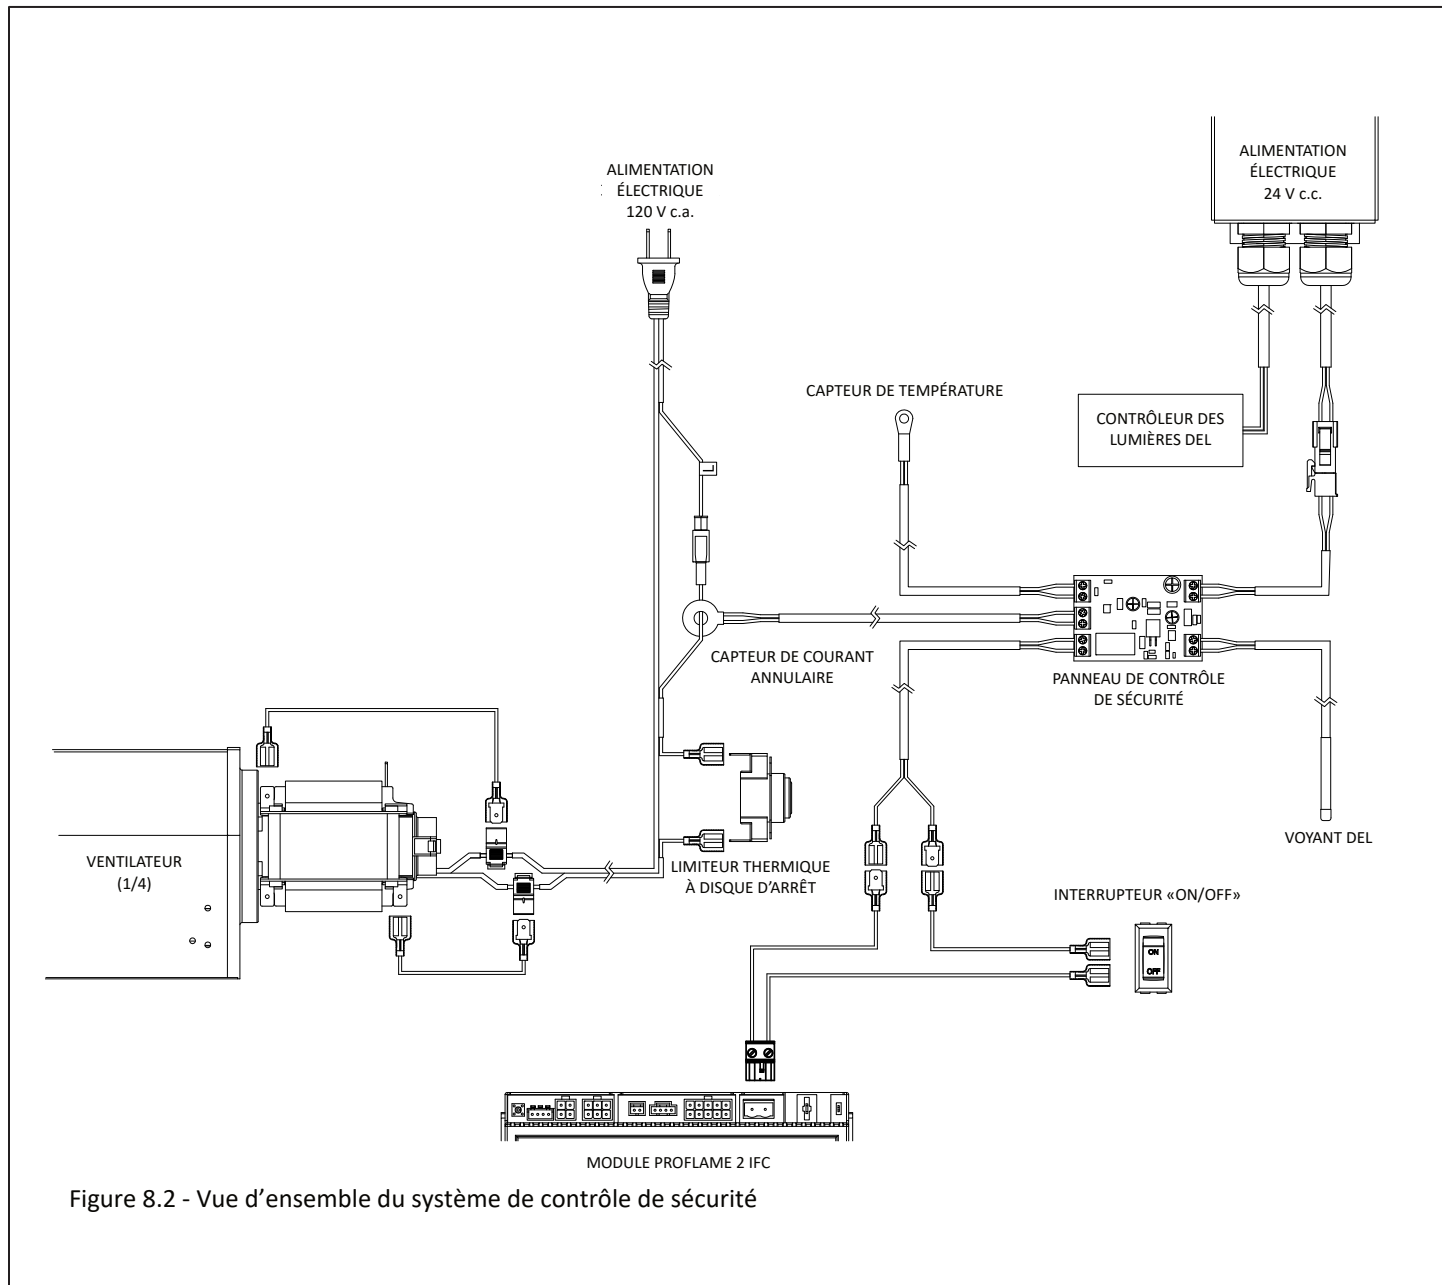

Figure 8.2 - Vue d'ensemble du système de contrôle de sécurité
3. Déconnectez le fil conducteur allant du système de sécurité au faisceau de câble de l'interrupteur à bascule on/off (Figure 8.2).
Note : La Figure 8.1 montre les connecteurs à fourche (marqués « M » pour les connecteurs mâles et « F » pour les connecteurs femelles). Voir aussi les Figures 8.2 et 8.3.